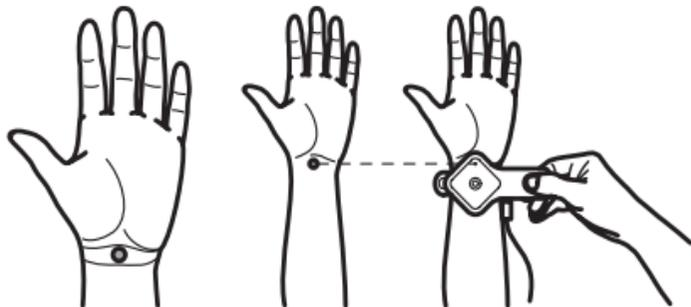

Рис. 3. Местонахождение МС-7
7.4.6. Поверните левую кисть ладонью вверх и разместите прибор на запястье. Биологически активная точка МС-7 должна быть совмещена с активным электродом датчика (см. рис. 1). Точка МС-7 находится на середине сгиба кисти (рис. 3).
Палец будет стоять в точке, где необходимо разместить активный электрод прибора (рис. 3).